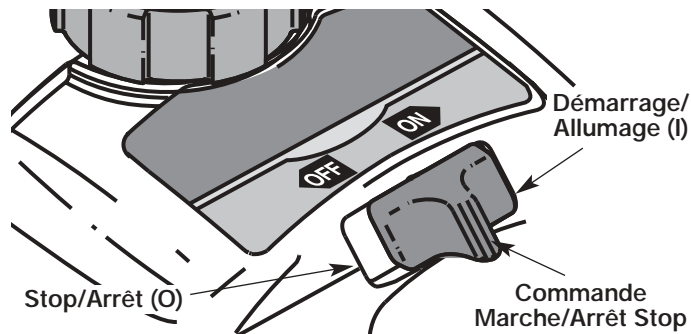
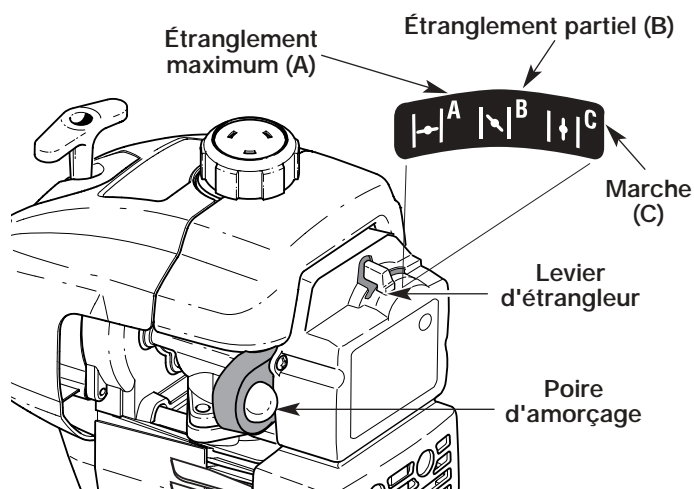

Figure 6
Figure 7
2. Mettez la commande Marche/Arrêt Stop en position **MARCHE (I)** (Fig. 6).
3. Enfoncez complètement, puis relâchez lentement la poire d'amorçage 10 fois. Vous devriez voir du carburant dans la poire (Fig. 7). S'il n'est pas visible, appuyez trois fois de plus ou jusqu'à ce qu'il apparaisse.
4. Mettez le levier d'étrangleur en position d'étranglement **MAXIMUM (A |←|)** (Fig. 7).
6. Mettez le levier d'étrangleur en position d'étranglement **PARTIEL (B |↘|)** (Fig. 7).
REMARQUE : si le moteur se noie durant le démarrage, placez le levier d'étrangleur en position **MARCHE (C |↑|)** (Fig. 7). Appuyez sur la manette des gaz. Tirez rapidement sur la corde de démarrage. Le moteur devrait démarrer après 3 à 8 coups.
9. Appuyez sur la manette des gaz de 5 à 10 secondes pour réchauffer le moteur. Mettez le levier d'étrangleur en position **MARCHE (C |↑|)** (Fig. 7).
REMARQUE : il n'est pas nécessaire d'utiliser l'étrangleur pour démarrer un moteur chaud. Mettez la commande Marche/Arrêt Stop en position **MARCHE** (Fig. 6), puis démarrez en position d'étranglement **PARTIEL (B |↘|)** (Fig. 7). Après le démarrage, placez le levier d'étrangleur en position **MARCHE (C |↑|)** (Fig. 7).
2. Mettez la commande Marche/Arrêt Stop en position **ARRÊT (O)** (Fig. 6).